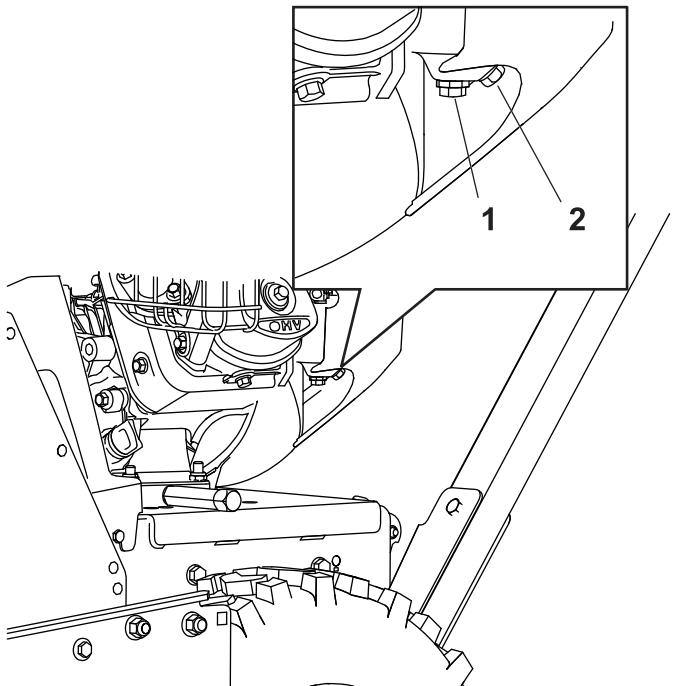

Figura 31
- Individuate il bullone di spurgo situato sul foro laterale della vaschetta del carburatore (Figura 31).